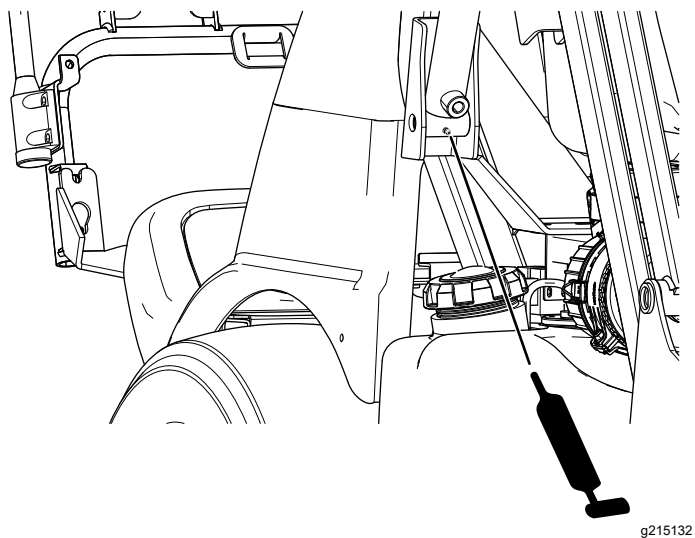

Figura 48
- Bracci della tramoggia – inferiore, anteriore (Figura 48)